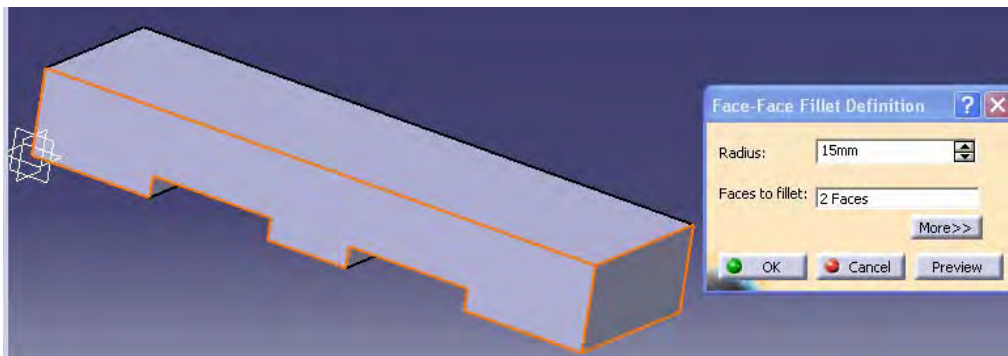
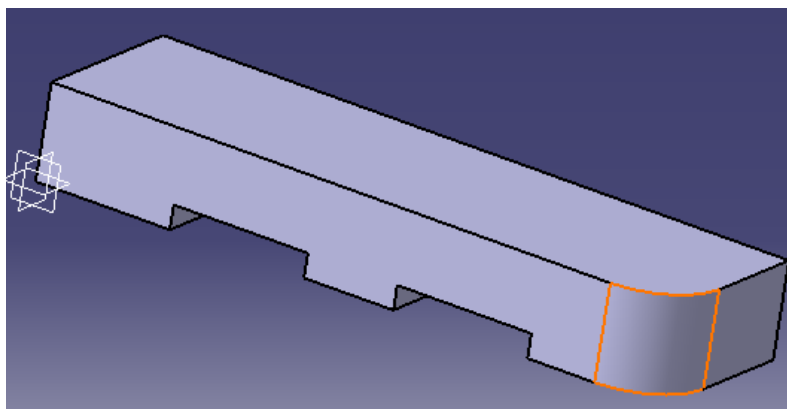

Figura 4.27: VENTANA FACE-FACE FILLET
Figura 4.28: FILLET 1
4.-En la pieza se crearan 4 FILLET, se selecciona el icono Face-Face-Fillet y aparece una ventana en la cual se introduce el radio y se seleccionan las caras en las que se creara el primer fillet (ver figura 4.27), se creara la figura 4.28.